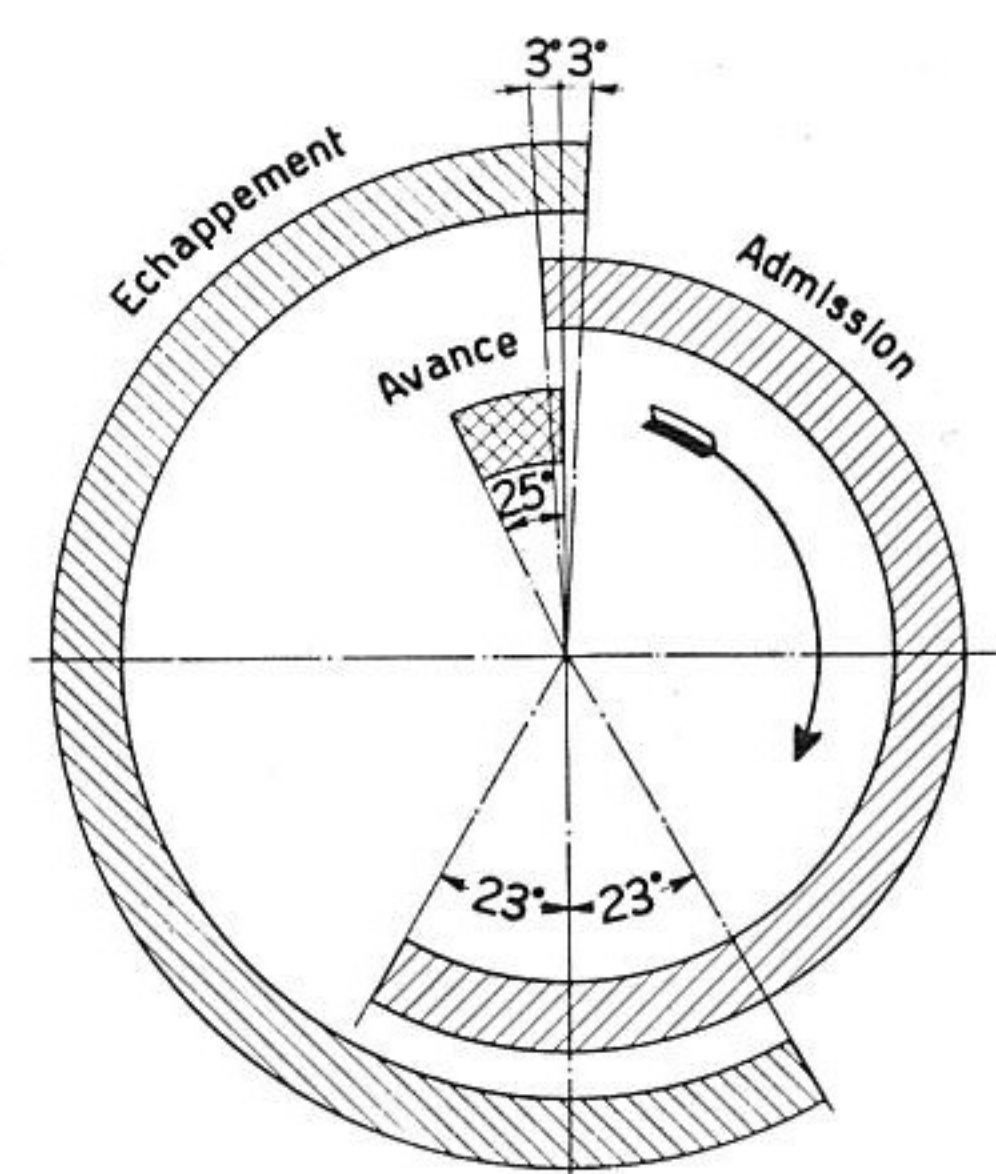

Fig. 37. - Diagramme de la distribution.
- Déplacer de quelques degrés en avant et en arrière le vilebrequin et vérifier si le début d'ouverture de la soupape d'admission du cylindre susdit et la fermeture de la soupape d'échappement se vérifient en position symétrique par rapport à l'entaille P.M.S. sur le volant; comme il est indiqué au diagramme de la distribution (fig. 37), le début d'ouverture de la soupape d'admission et la fermeture de la soupape d'échappement doivent se faire à 3° du point mort haut, ce qui correspond environ à 8 mm sur le pourtour du volant. Si ces opérations ne suffisent pas à obtenir un calage correct, effectuer un nouveau calage, comme indiqué ci-après.